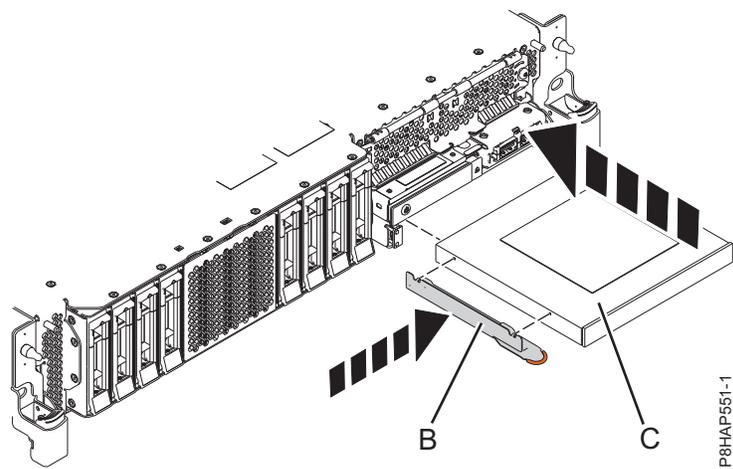
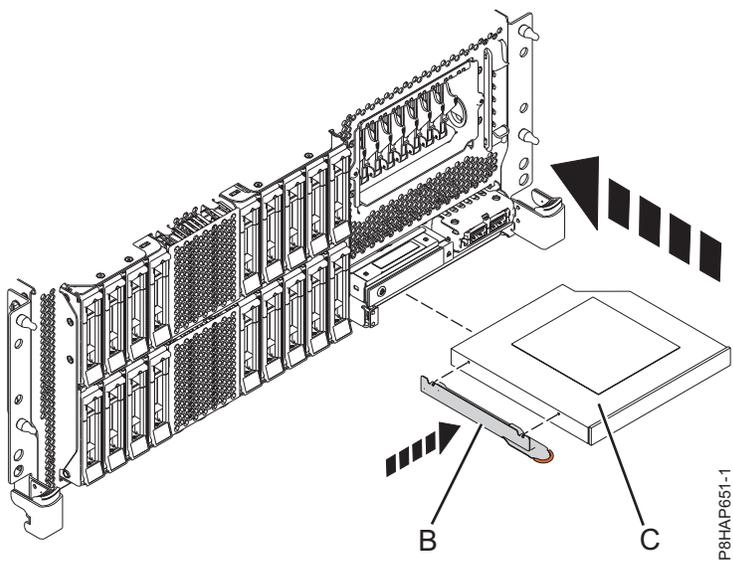
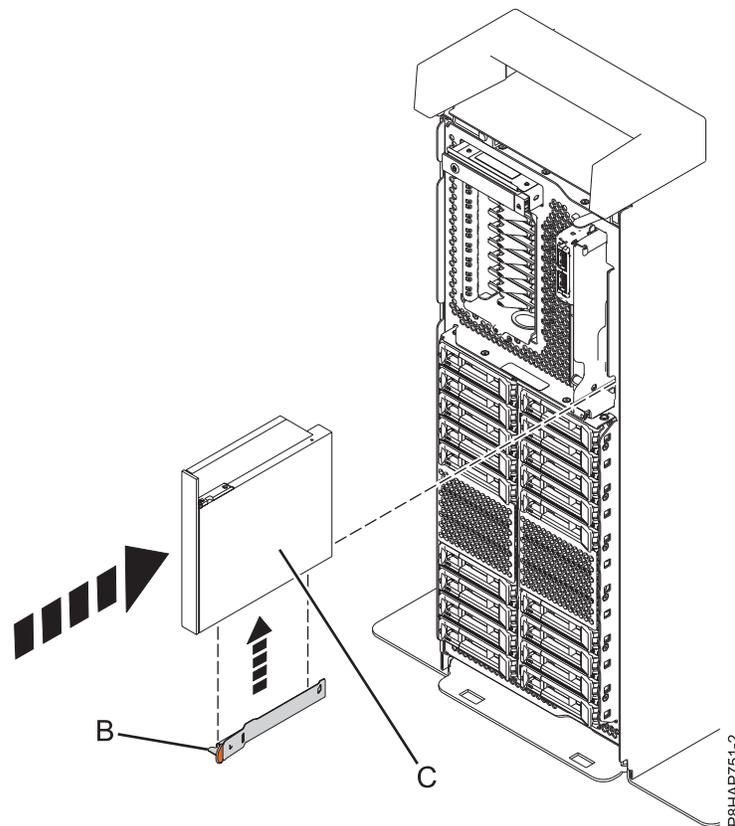

Figura 57. Substituir um Dispositivo de suporte Slimline num sistema 5148-21L, 5148-22L, 8247-21L, 8247-22L, 8284-21A ou 8284-22A
Figura 58. Substituir um Dispositivo de suporte Slimline num sistema montado em bastidor 8247-42L, 8286-41A ou 8286-42A
Figura 59. Substituir um Dispositivo de suporte Slimline num sistema autónomo
5. Obtenha o suporte de fixação (B) que removeu do Dispositivo de suporte Slimline avariado.
6. Anexe o suporte de fixação (B) ao novo Dispositivo de suporte Slimline, conforme demonstrado em Figura 57 na página 68 para um sistema 5148-21L, 5148-22L, 8247-21L, 8247-22L, 8284-21A ou 8284-22A, Figura 58 na página 68 para um sistema montado em bastidor 8247-42L, 8286-41A ou 8286-42A ou Figura 59 na página 69 para um sistema autónomo 8286-41A.
7. Alinhe o dispositivo de suporte Slimline (C) com o compartimento do suporte e apoie a parte inferior do dispositivo enquanto o desliza até estar meio dentro do sistema.
Para um sistema 5148-21L, 5148-22L, 8247-21L, 8247-22L, 8284-21A ou 8284-22A, consulte Figura 57 na página 68, para um sistema montado em bastidor 8247-42L, 8286-41A ou 8286-42A, consulte Figura 58 na página 68 ou para um sistema autónomo 8286-41A, consulte Figura 59 na página 69.